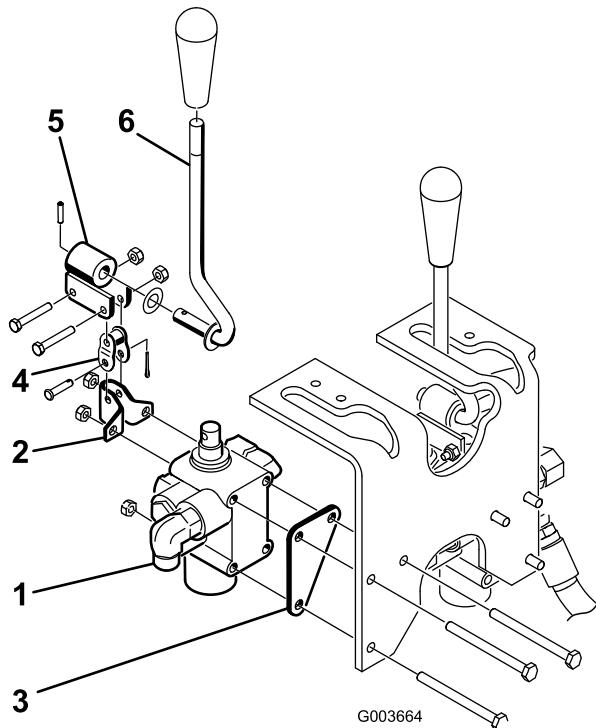

Figura 5
2. Monte el conjunto de la válvula, el soporte del pivote y la chapa de la válvula al bastidor con 3 pernos (1/4 x 3 pulg) y 3 contratuercas (Figura 5). Posicione la chapa de la válvula contra la parte delantera del
3. Monte provisionalmente la palanca de pivote en el actuador de la válvula y en el eslabón de desplazamiento con 2 pernos (Nº 10 x 1-1/4 pulg.) y 2 contratuerca (Figura 5). No los apriete todavía.